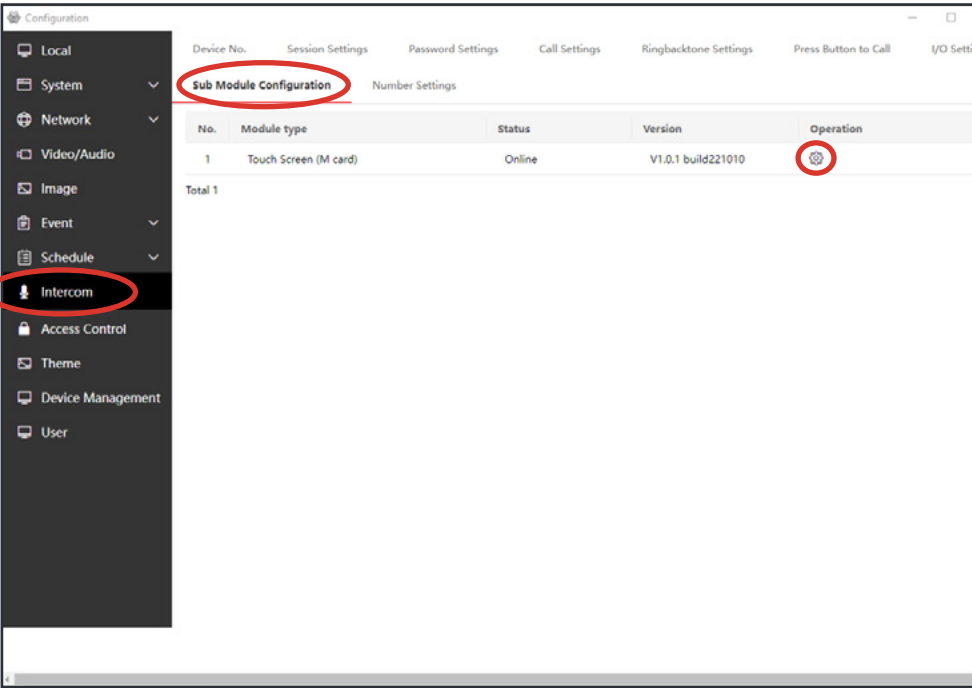
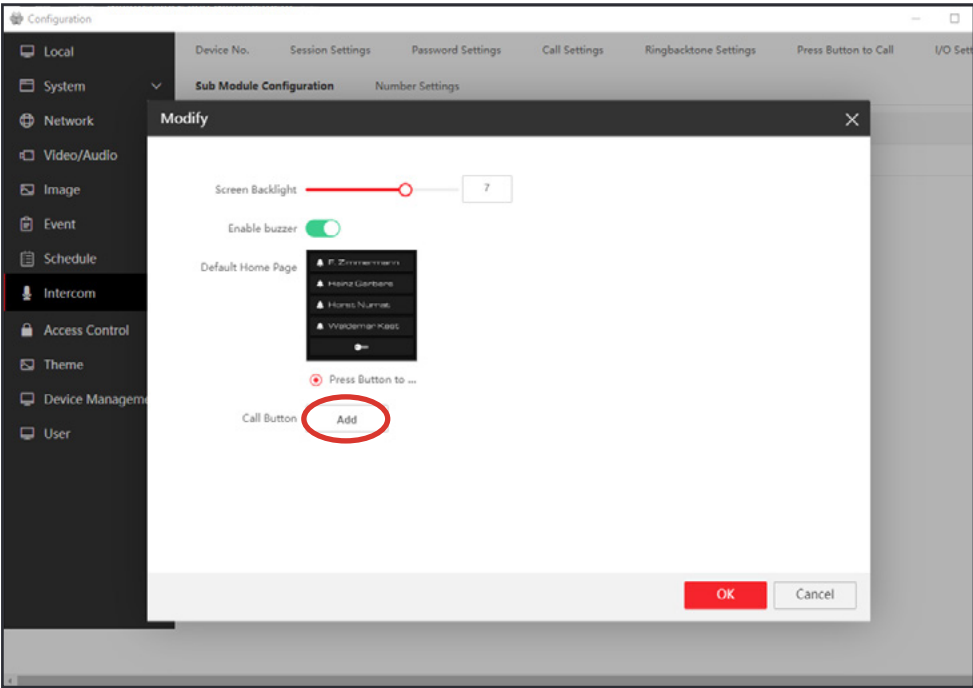

Abb.7
Abb.8
2. (Abb.7) Wählen Sie hier jetzt bitte den Reiter „Intercom“ aus klicken Sie anschließend auf „Sub Module Configuration“. Hier klicken Sie bitte auf „Modify“ um die dem Display der VDM10 Horizon Türstation ein Namensfeld hinzuzufügen (Abb.8).